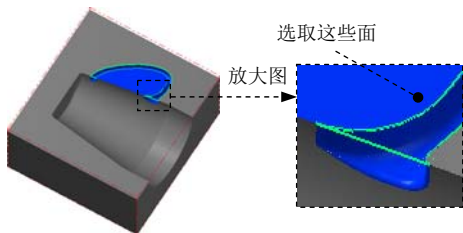

图 21.49 设置加工面
(1) 在图形区中选取图 21.49 所示的面 (共 16 个), 按 Enter 键, 系统弹出“刀具路径的曲面选取”对话框。
(2) 在 **Containment boundary** 区域中单击 按钮, 系统弹出“串连选项”对话框。在图